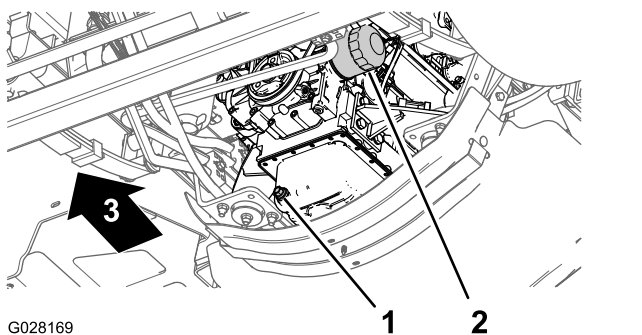

Bild 72
3. Fluchten Sie eine Auffangwanne unter dem Motorölfilter aus (Bild 72).
4. Entfernen Sie den alten Ölfilter (Bild 72).
die Gummidichtung den Filteradapter berührt. Ziehen Sie den Filter dann um eine weitere halbe Umdrehung an (Bild 72).
1. Stellen Sie eine Auffangwanne unter die Ablassschraube (Bild 72).
2. Nehmen Sie die Ablassschraube ab und lassen Sie das Öl vollständig ablaufen (Bild 72).